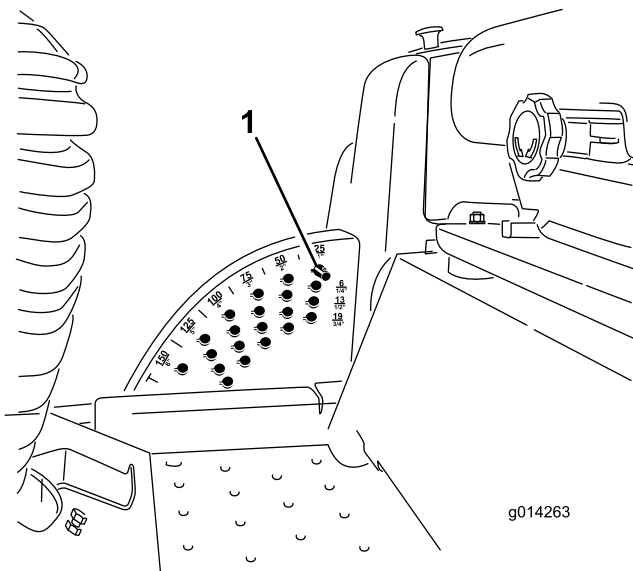

図 16
**注** デッキを上昇位置にロックするには、上昇位置からさらに 158mm 上昇させ、刈高ストップピンを抜いて（刈高の調整の項を参照）、刈高 158mm の穴に通します（図 16）。
に上昇したら 直ちにレバーから手を離す (図 16)。
2. ストップピンについているロールピンを回してピンと刈高設定穴のスロットとが整列したところでピンを抜き取る (図 16)。
3. 刈高ブラケットについている穴から、希望する刈高に対応する穴を見つけ、その穴にピンを通し、ピンを回してロックする (図 16)。
**注** 刈高設定穴は、扇形の外周に一番近い段から全部で4段 (列) あります (図 16)。外周側の列は、外周部に刻印されている通りの刈高の穴です。2 列目の穴は、1 列目の刈高よりも 6 mm 高い刈高となります。3 列目の穴は、1 列目の刈高よりも 12 mm 高い刈高となります。4 列目の穴は、1 列目の刈高よりも 18 mm 高い刈高となります。刈高 158mm だけは例外で、2列目のはずれにあります。この穴にセットすると 刈高 158mm となります (6mm アップにはなりません)。